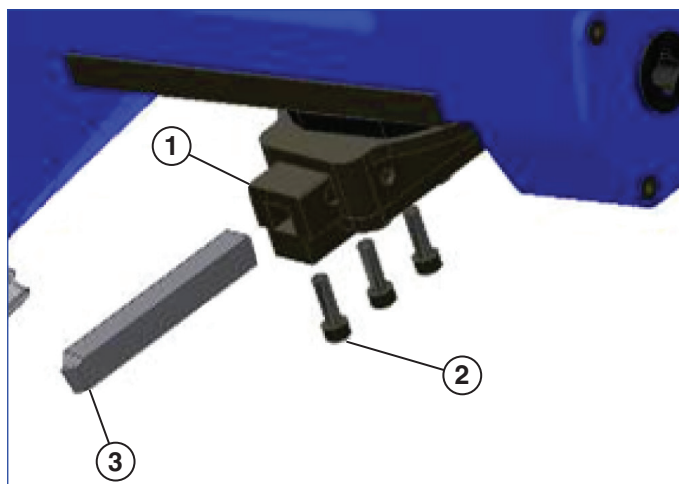

Figure 7
5. Installer l'outil rapporté dans le bloc outil (voir figure 7). S'assurer que l'arête de coupe est tournée à l'opposé des vis de l'outil rapporté. Placer l'outil rapporté de manière à ce que près de 1,27 - 1,91 cm dépasse de la base du bloc outil ; serrer les 3 vis d'assemblage de l'outil rapporté.